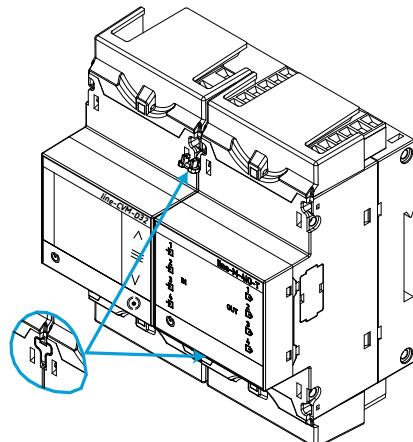

Figura 10: Instalación paso 3.
3.- Conectar los dos equipos, y fijarlos bajando los clips frontales (**Figura 10**).